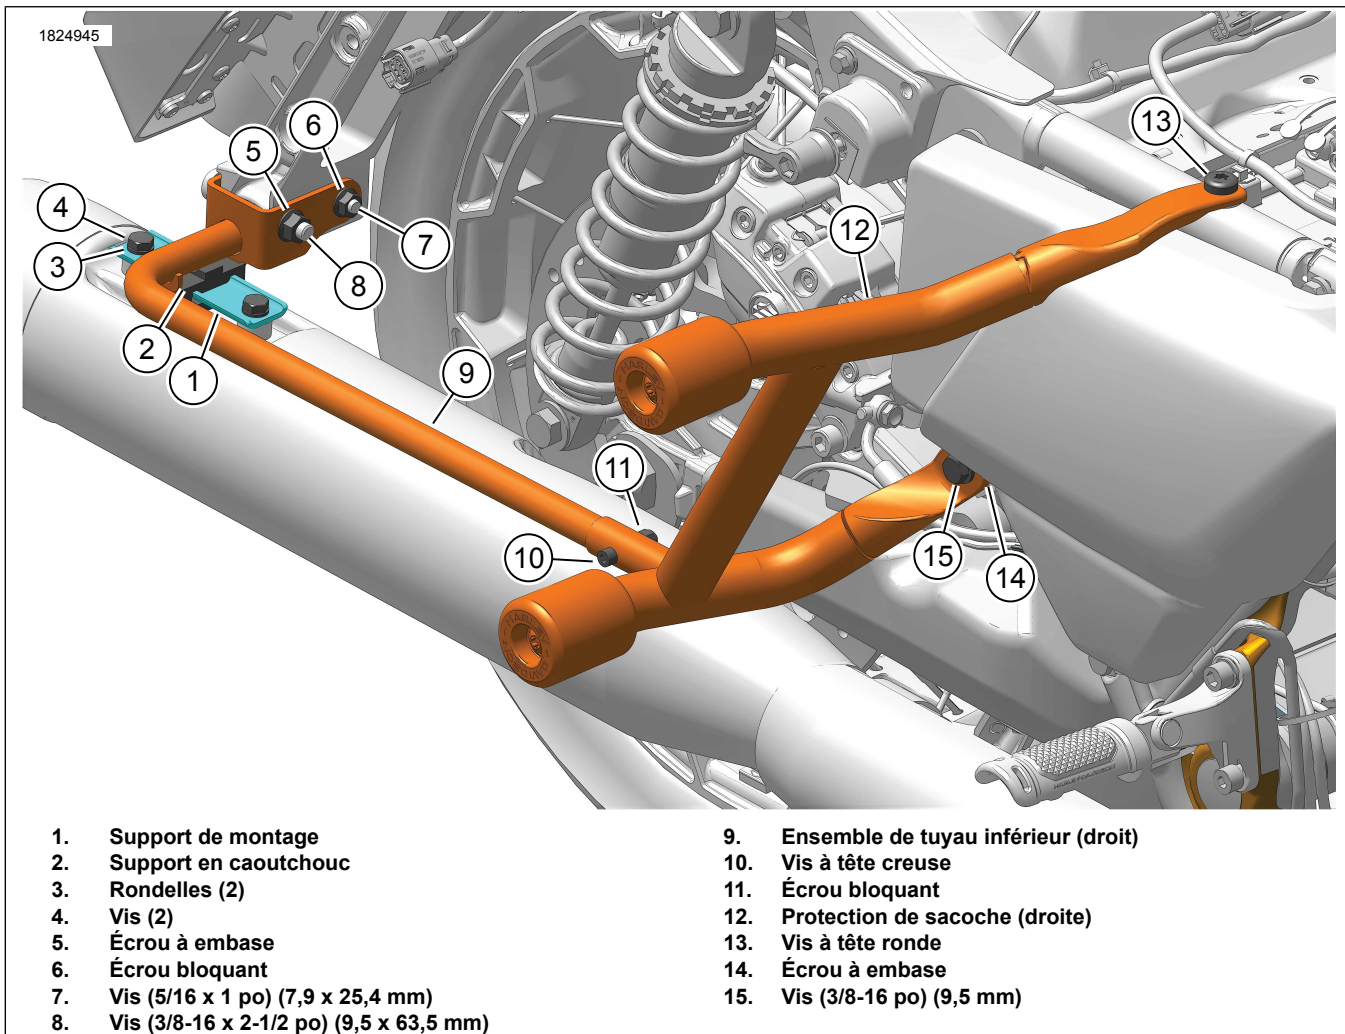

Figure 2. Ensemble de protection de sacoche
1. Voir la Figure 2. Installer le support en caoutchouc (2) sur l'ensemble de tube inférieur (9).
2. Installer le support de fixation (1) dans le support en caoutchouc (2).
3. Insérer l'ensemble de tube inférieur (9) dans la protection de sacoche (12).
- a. Installer sans la serrer la vis à tête creuse (10) et le contre-écrou (11).
4. Installer l'ensemble de tube inférieur (9) sur le moulage du support.
- a. Installer sans la serrer la vis (8, retirée plus tôt) et l'écrou à bride (5).
- b. Installer sans la serrer la vis (7, retirée plus tôt) et le contre-écrou (6).
5. Installer la protection de sacoche (12) au milieu du cadre.
- a. Installer sans les serrer les vis à tête ronde (13).
- b. Installez sans les serrer la vis (15) et l'écrou à bride (14).
- 6. Fixer le silencieux de manière lâche à l'ensemble de tube inférieur (9).